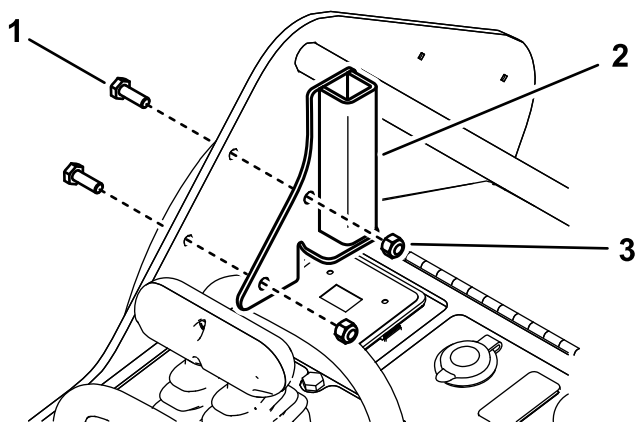

Figure 7
3. Fixez le support gauche au cadre gauche à l'aide de 2 boulons (1/4" x 3/4") et 2 contre-écrous (1/4"), comme montré à la Figure 7.
4. Fixez le support d'écran de protection droit au cadre droit à l'aide de 2 boulons (1/4" x 3/4") et 2 contre-écrous (1/4"), comme montré à la Figure 7.